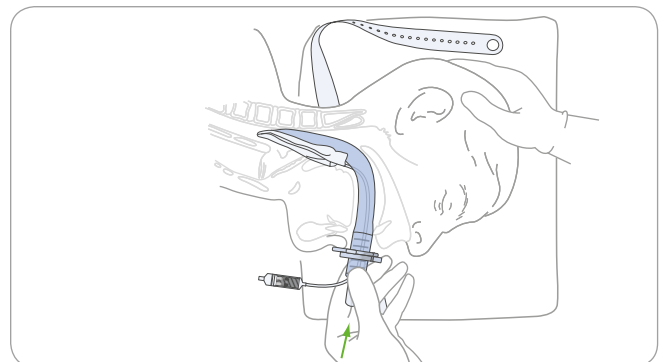

図 12.抵抗を感じるまで、本装置を下咽喉へ進めます。
11. わずかな抵抗が感じられたら、本装置の遠位端が上部食道括約筋に達したことになります。図 12 に示すようにこれで挿入が完了です。